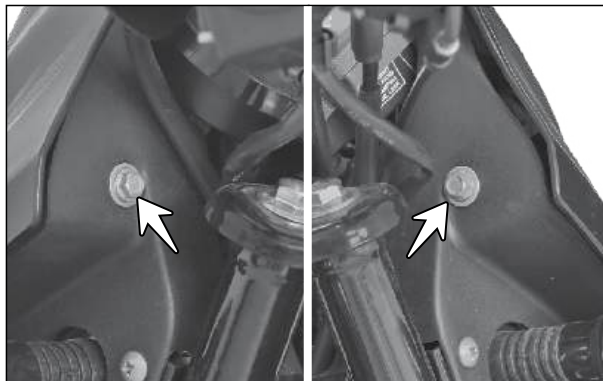

Fig. 6.115
- Remova os parafusos de fixação (M6x16) e as arruelas (setas) de ambos os lados do alojamento do farol. (Fig. 6.115)